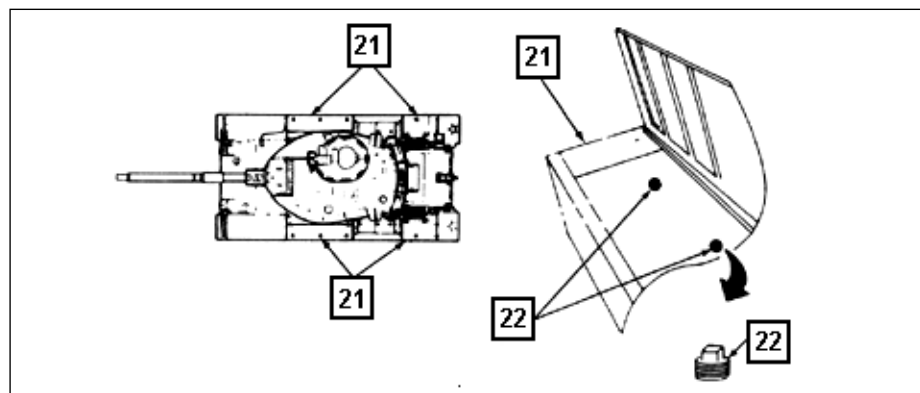

Fig 8-11. Orifícios de drenagem dos cofres de material
(25) Abrir os 4 (quatro) cofres(21) de material. (Fig 8-11)
(26) Remover as 8(oito) tampas de drenagem(22) da caixa de acondicionamento, usando uma chave inglesa. (Fig 8-11)
(27) Acondicionar os plugs na caixa da esquerda, à retaguarda e fechar todas as tampas das 4 (quatro)caixas.